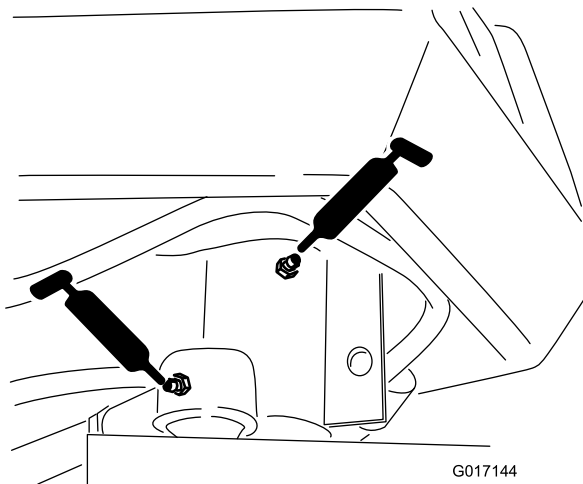

Figura 32
- Eje de la horquilla de dirección (1) (Figura 32)
- Rótula del cilindro de dirección (Figura 32)